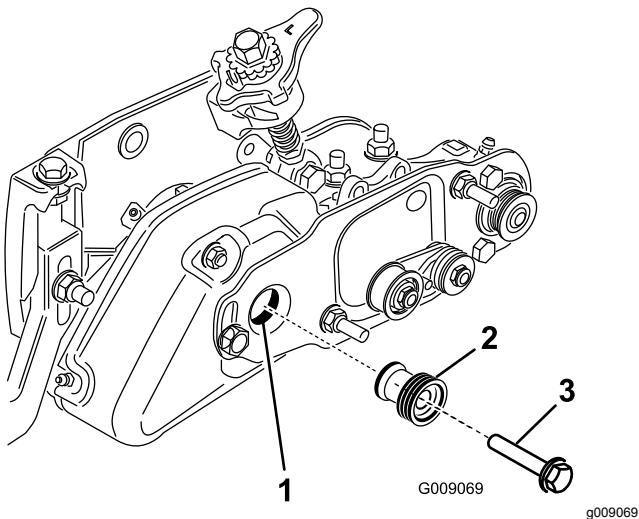

Figura 31
20. Retire o parafuso que fixa a polia do rastelo ao eixo da transmissão (Figura 31).
21. Introduza a polia da transmissão da escova na polia da transmissão do rastelo e no eixo da transmissão (Figura 31). Certifique-se de que as patilhas da polia estão posicionadas na ranhura do eixo da transmissão.
22. Prenda a polia ao eixo da transmissão com um parafuso de cabeça flangeada (¾ pol. x 2 pol.) (Figura 31). Aperte o parafuso com uma força de 47 a 54 N·m.